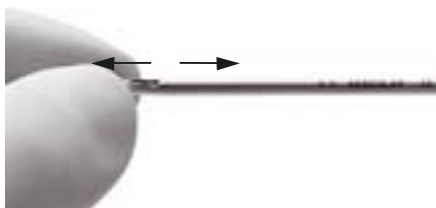

Afb. 2
- Schacht 5 en greep 2 van elkaar scheiden, zie Afb. 2: